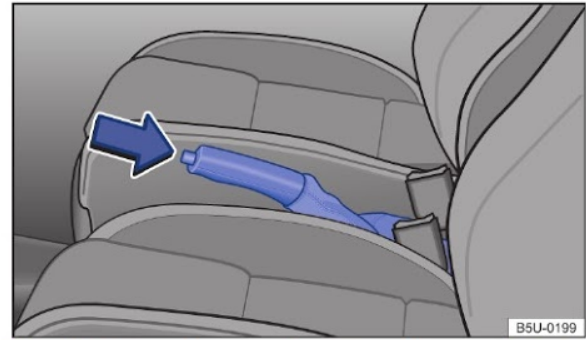

Fig. 90 Entre os bancos dianteiros: alavanca do freio de estacionamento.
- Puxar a alavanca do freio de estacionamento para cima com o botão bloqueador pressionado → Fig. 90 (seta).
- Puxar a alavanca do freio de estacionamento um pouco para cima e pressionar o botão bloqueador → Fig. 90 (seta).